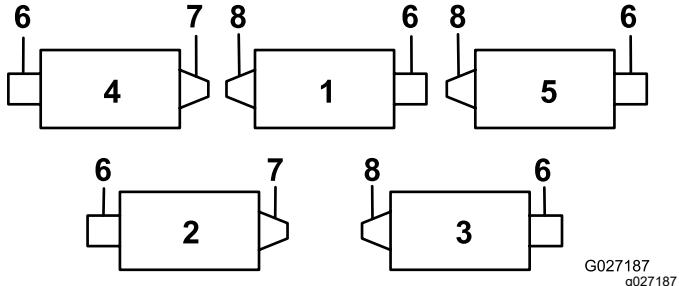
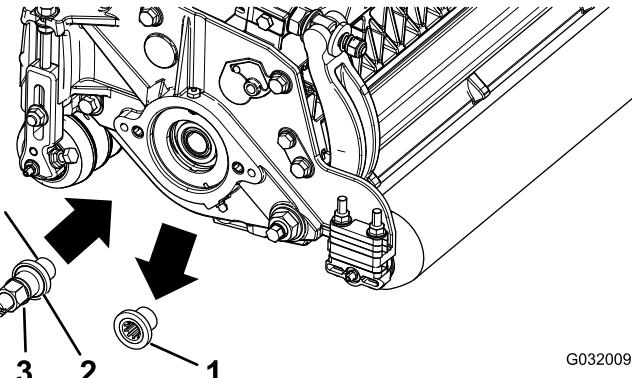

Figura 1
Figura 2
Todas las unidades de corte se suministran con el contrapeso montado en el lado izquierdo de la unidad de corte. Utilice la Figura 1 para determinar la posición de los motores de cepillo y de molinete.
- Retire el inserto roscado de la transmisión del cepillo del rodillo trasero de la unidad de corte (Figura 1) y deséchelo (Figura 2).
Nota: Los insertos con rosca a izquierdas están en las unidades de corte 1, 3, y 5 (Figura 1).
- Aplique fijador de roscas a las roscas del árbol de transmisión (Figura 2), instale el árbol de transmisión, y apriete a 115–128 N·m.